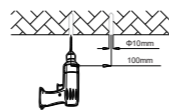

Figure 3
- Step1.Mark with a mark pen or sharp tool on the mounting surface and drill. (Figure 3)
Étape 1. Marquez avec un marqueur ou un outil pointu sur la surface de montage et percez. (Figure 3)